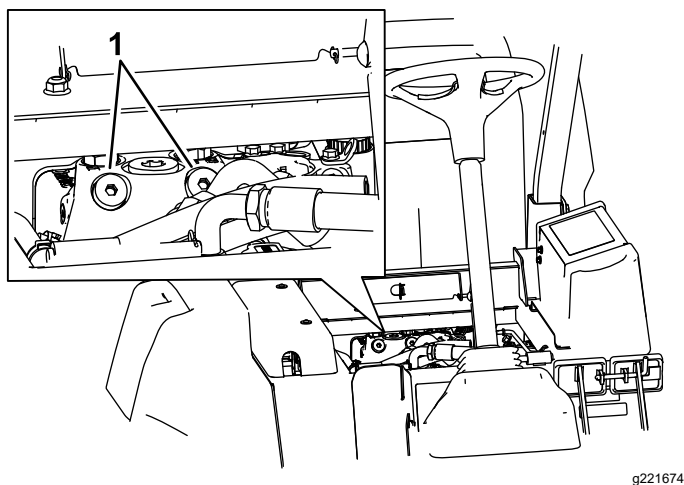

Figura 39
1. As válvulas de derivação encontram-se sob a dianteira do depósito de combustível (Figura 39).